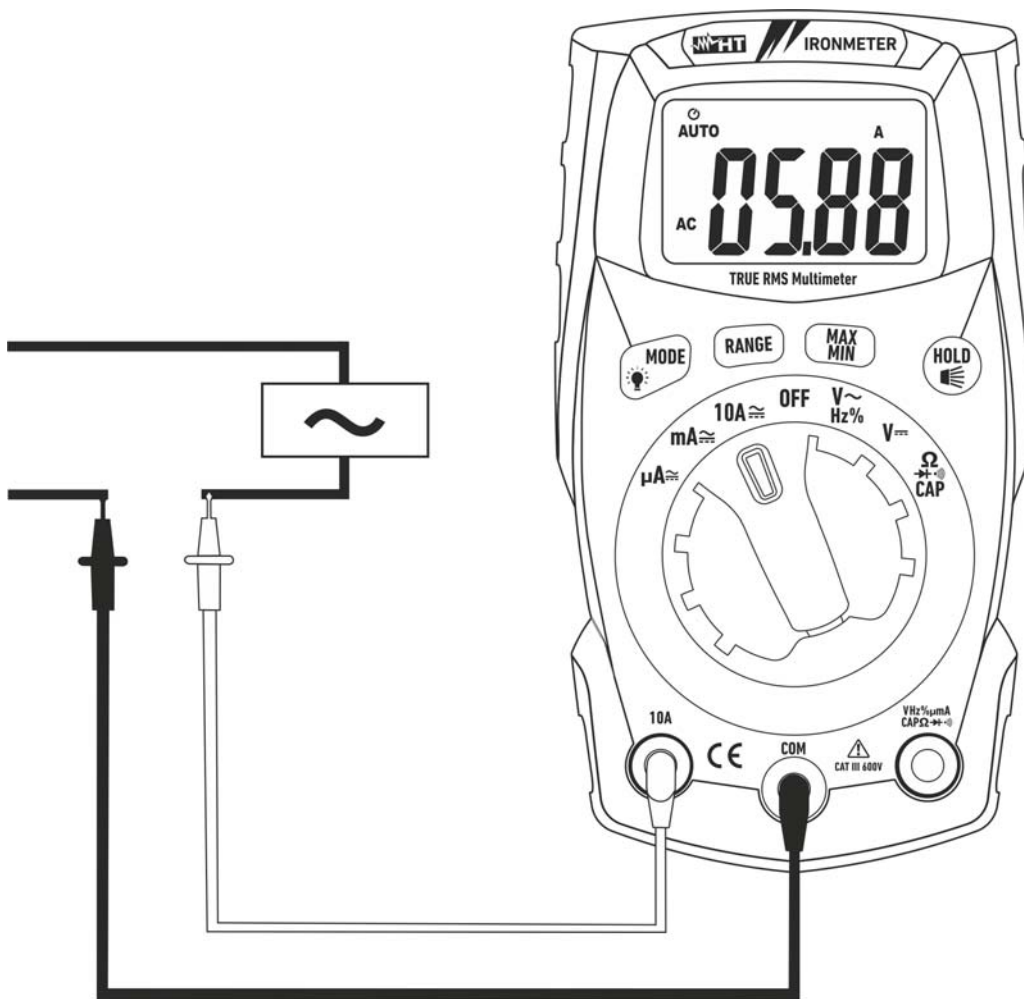

Fig. 9: Utilisation de l'instrument pour la mesure de courant AC
4. Connecter l'embout rouge et l'embout noir en série au circuit duquel on veut mesurer le courant en respectant la polarité et la direction du courant (voir Fig. 9).